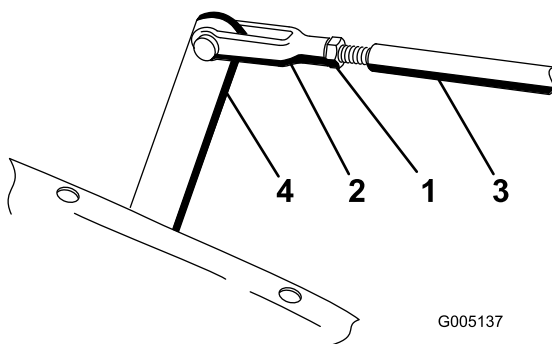

Figura 44
3. Mueva la palanca de ajuste a mano para nivelar los pedales de siega y elevación, y ajuste la horquilla de la varilla de control hasta que el taladro de la horquilla se alinee con el taladro de la palanca de ajuste (Figura 44).